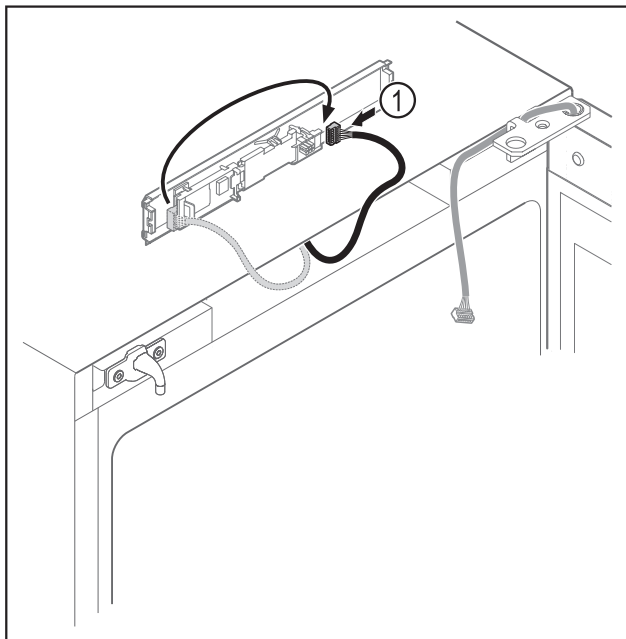

Fig. 14
- ▶ Stecker Fig. 14 (1) auf Platine umstecken.